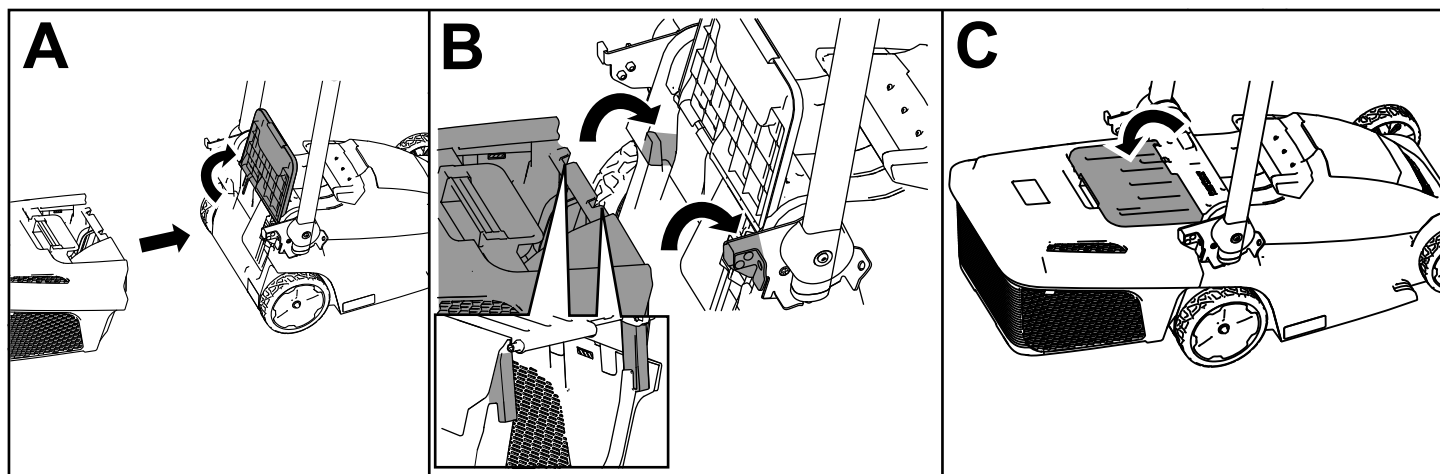

Figura 14
1. Deplasai mânerul în poziție verticală i ridicai deflectorul spate (A din Figura 14).
2. Instalai cârligele cutiei pentru iarbă în canelurile din spatele mainii (B din Figura 14).
3. Permitei deflectorului spate să se sprijine pe cutie (C din Figura 14).